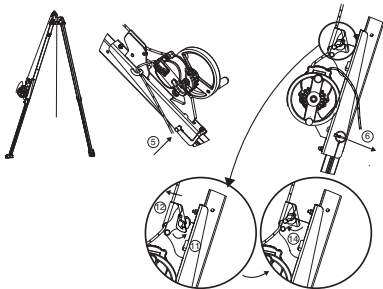

Fig. 9
IMPORTANTE: Attenzione al senso di montaggio: lo strozzafune deve essere rivolto verso la parte alta del treppiede TRACPODE™ (fig. 9).
5. Posizionare il perno di fissaggio della console per apparecchio DEROPE™ UP R. Questo perno di fissaggio svolge due funzioni: bloccaggio della gamba del treppiede TRACPODE™ e fissaggio della console per apparecchio DEROPE™ UP R su questa gamba (fig. 9, 5).
6. Bloccare il perno di fissaggio mediante la coppia ad anello (fig. 9, 6).
11. Aprire lo strozzafune della console (fig. 9, 11).
12. Introdurre la fune che esce dall'apparecchio DEROPE™ nello strozzafune della console (fig. 9, 12).
14. Chiudere lo strozzafune (fig. 9, 14).